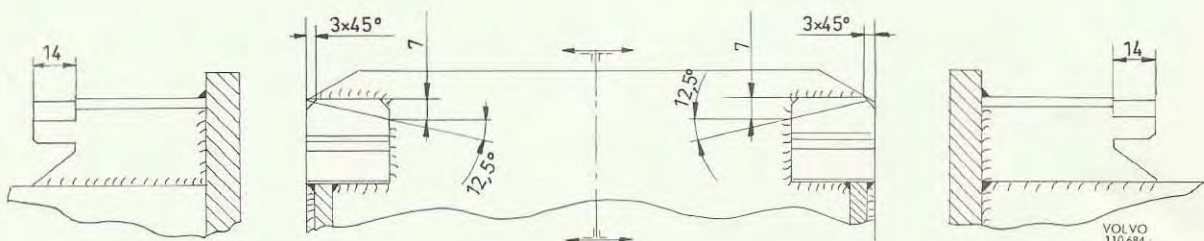

Bild 2 Ändring av befintliga fästklackar
1. Justera först de befintliga fästklackarna, se bild 2.